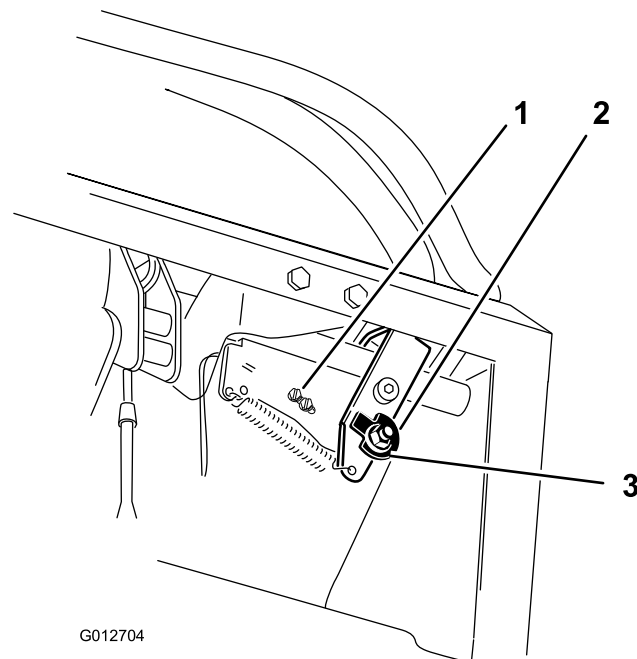
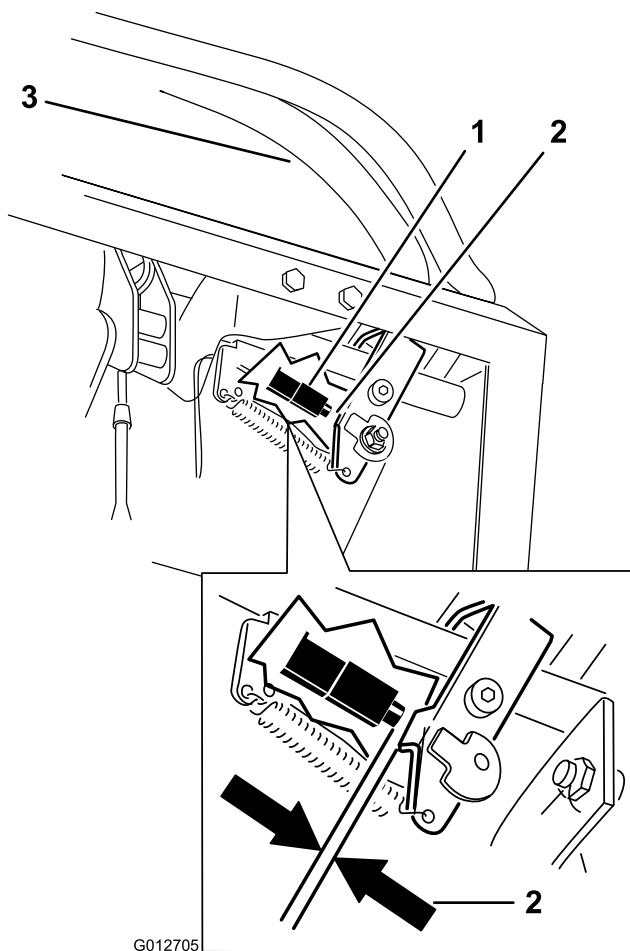

Figura 69
Figura 70
10. Compruebe la distancia entre la palanca de control y el interruptor, según se muestra en Figura 70. El espacio debe ser de 3 mm (1/8 pulgada) con la palanca de control de movimiento derecha en la posición de bloqueo/punto muerto.
11. Si es necesario, afloje los tornillos que sujetan el interruptor, y ajuste el interruptor (Figura 69 y Figura 70).
7. Afloje la tuerca que sujeta la leva (Figura 69).